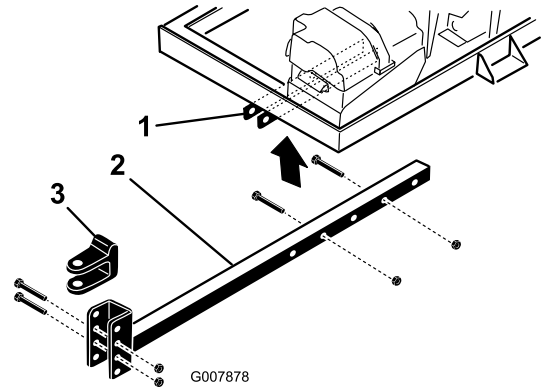

Figure 4
3. Insérez le tube d'attelage dans les supports du cadre (Figure 4). Fixez le tube au cadre à l'aide de 2 boulons ($\frac{3}{8}$ x 3 po) et écrous à embase ($\frac{3}{8}$ po) serrés à 40 N·m (30 pi-lb).
- Retirez les boulons et les contre-écrous qui fixent la chape d'attelage (Figure 4) au tube d'attelage.